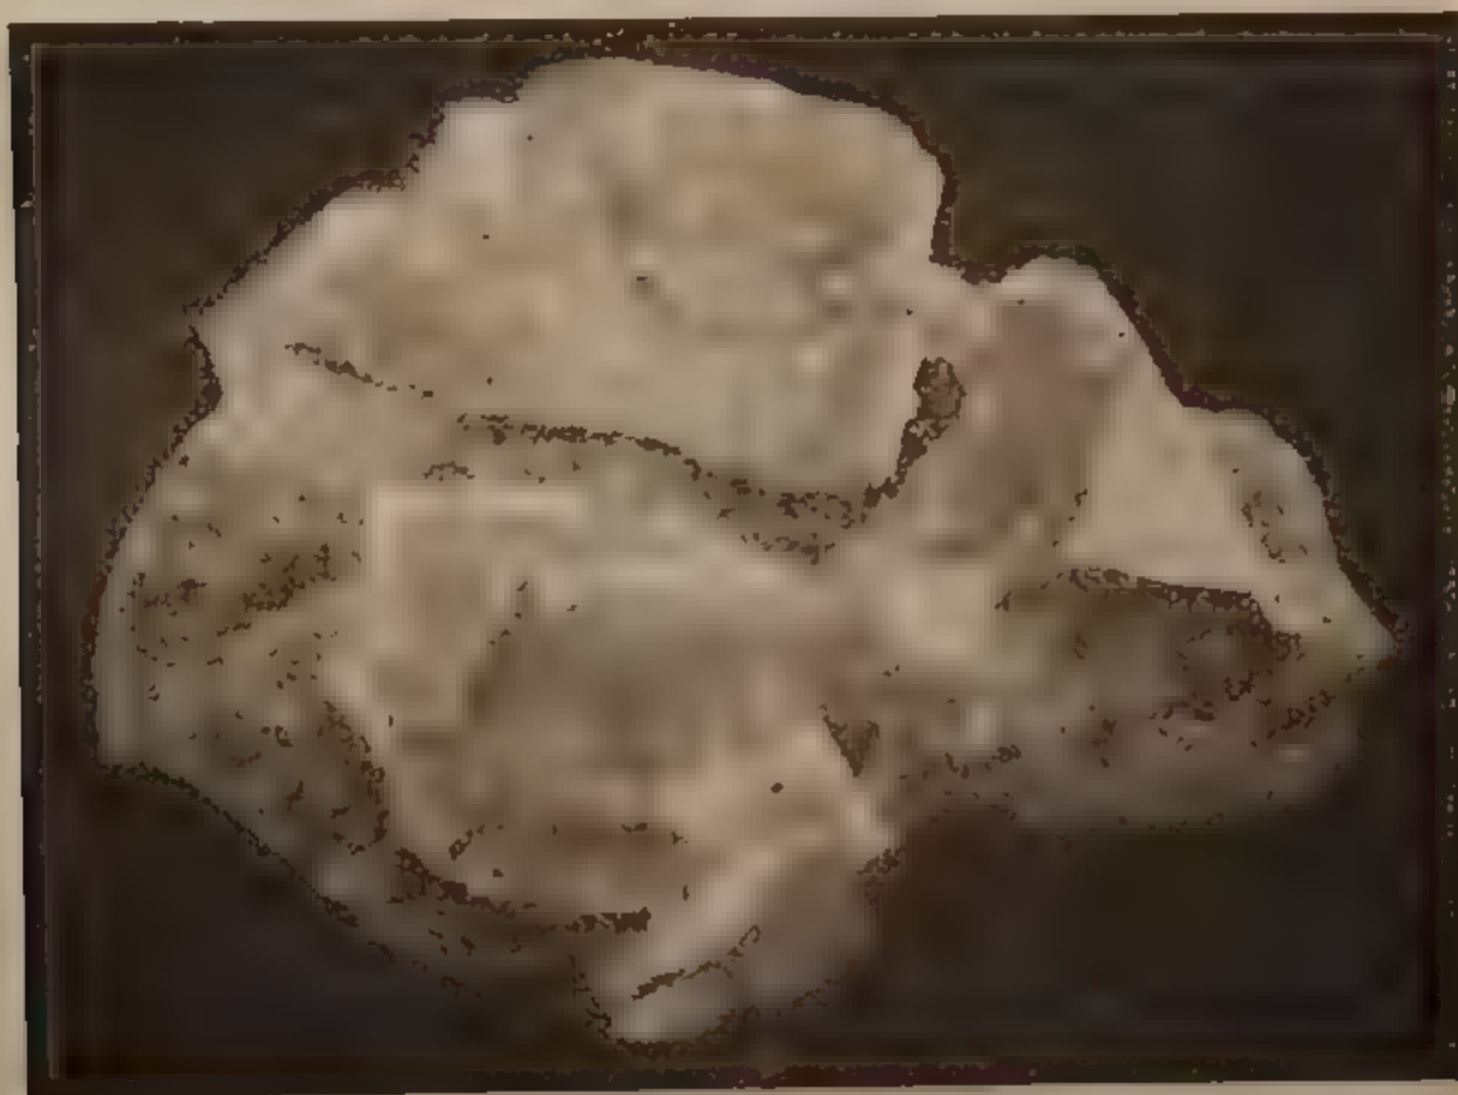

FIG. 136. - Fluorite in cristalli cubici.
**Fluorite.** — *Fluoruro di calcio*  $\text{CaF}_2$ . Sist. monometrico (fig. 136).